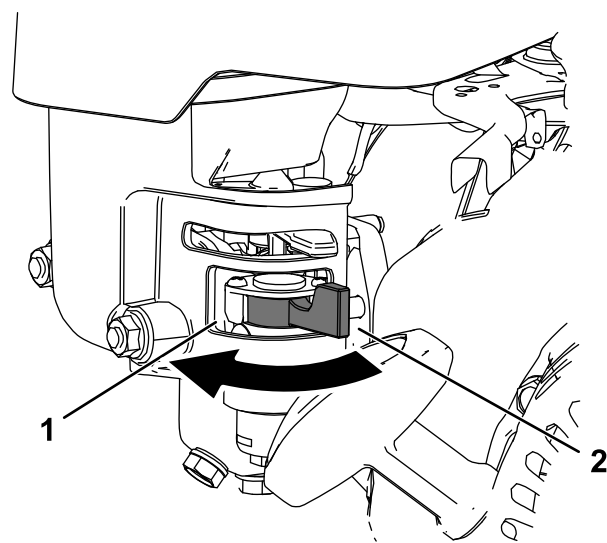

图 22
- 要打开燃油阀请将燃油切断控制杆转向反冲启动手柄 **图 22**。
- 要关闭燃油阀请将燃油切断控制杆转离反冲启动手柄 **图 22**。